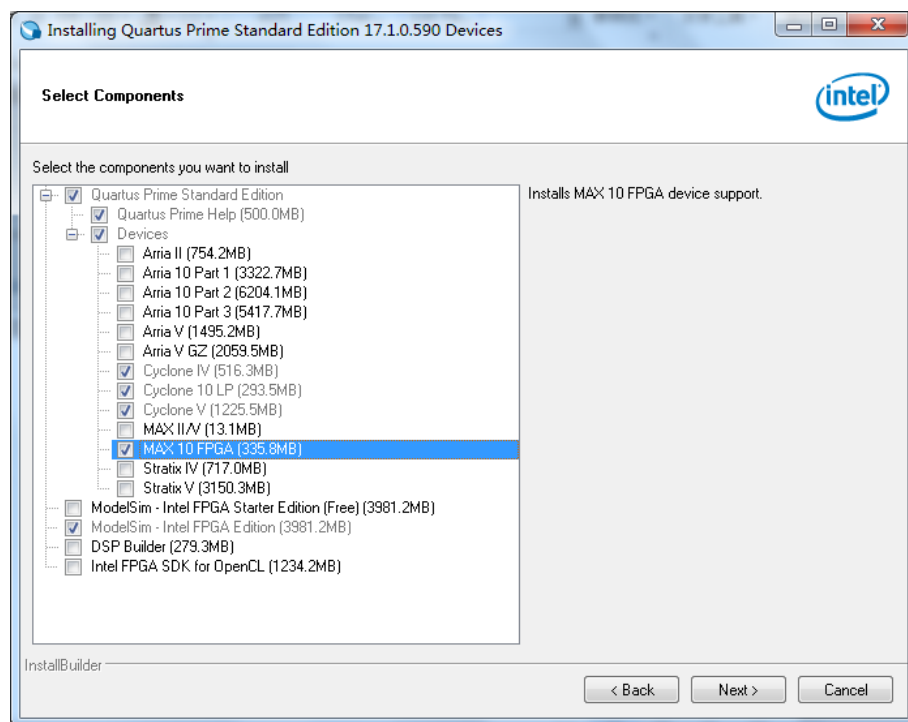

图 2.3.7 选择相对应的器件
(3) 安装软件将自动识别器件安装包中的器件，根据需要在器件前进行勾选安装，例如：MAX 10 FPGA，点击 Next，如图 2.3.7 所示。